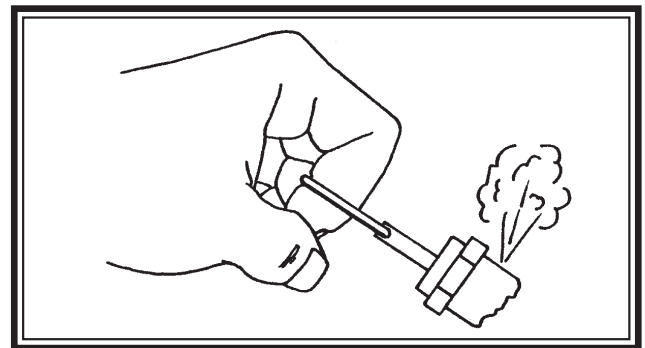

Fig. 3 Contrôle des soupapes de surpression et décharge de pression
Étape 2) Tirer sur l'anneau de la soupape de surpression pour réduire la pression d'air dans le réservoir à 30 PSIG (voir **Fig. 3**).
Étape 2) Libérer toute la pression d'air du système en tirant sur l'anneau de la soupape de surpression. Continuer de tirer sur l'anneau jusqu'à ce que toute la pression d'air soit libérée (voir **Fig. 3**).
- Tirer sur l'anneau des soupapes de surpression pour vérifier qu'elles fonctionnent correctement. De l'air comprimé doit s'échapper lorsque l'anneau est tiré (voir **Fig. 3**).